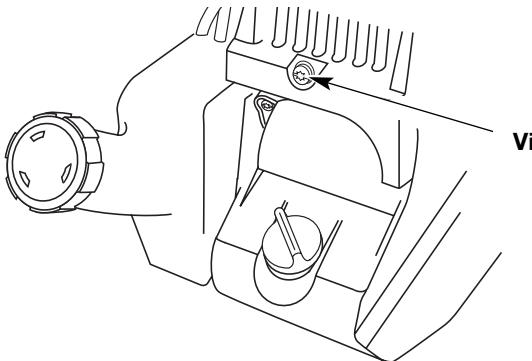

Fig. 24
- 2. Enlevez la vis derrière le couvercle du moteur (Fig. 24).